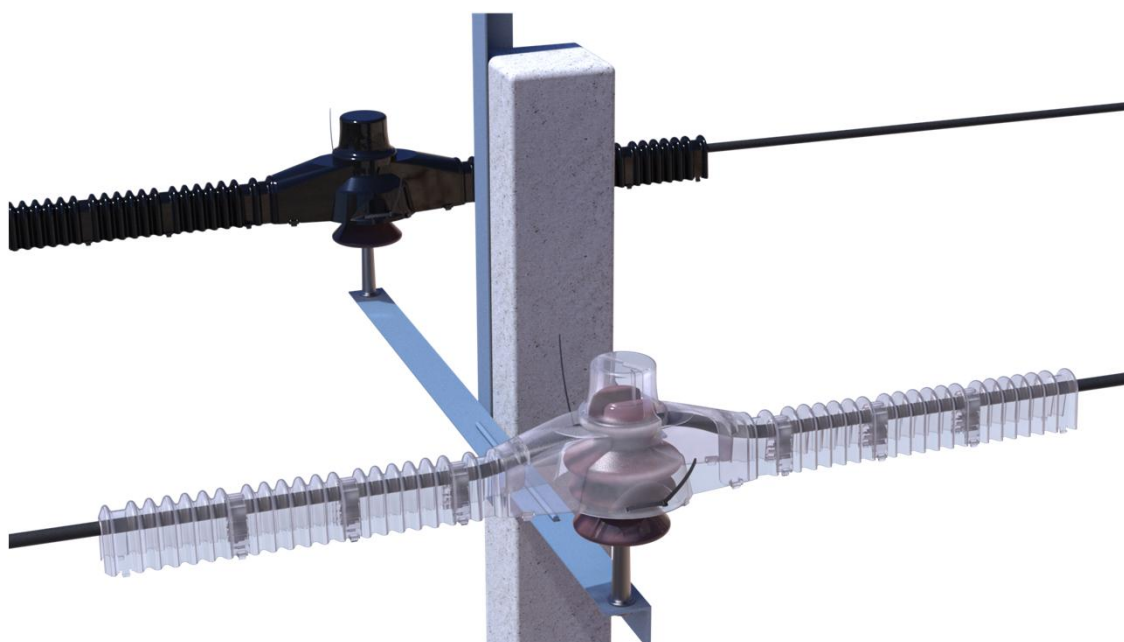

Рис. 13
3.4. Монтаж ПЗУ-ГР на штыревые изоляторы осуществляется с предварительной сборкой (в случае если устройства поставляются в разобранном виде). Сборка осуществляется способом, аналогичным описанному в п. 3.2, крепление на проводе производится при помощи фиксаторов (см. рис. 13).